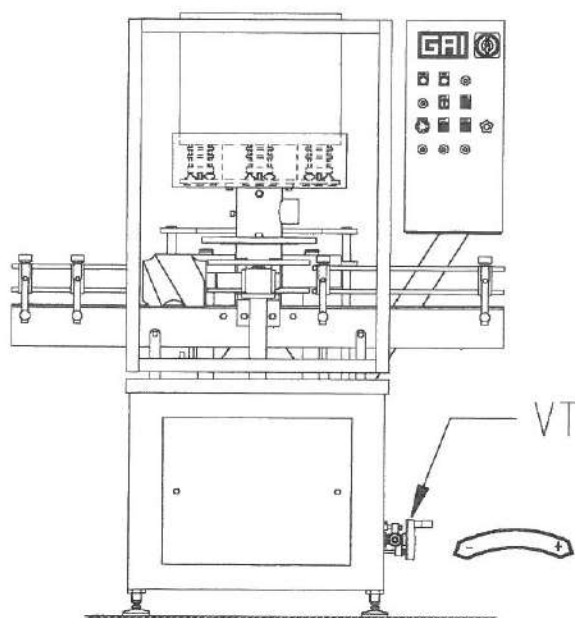

Figure 1
- 8) Régler la vitesse de la machine, grâce à la manivelle VT (voir fig. 1), en fonction de la capacité de la ligne de mise en bouteille.